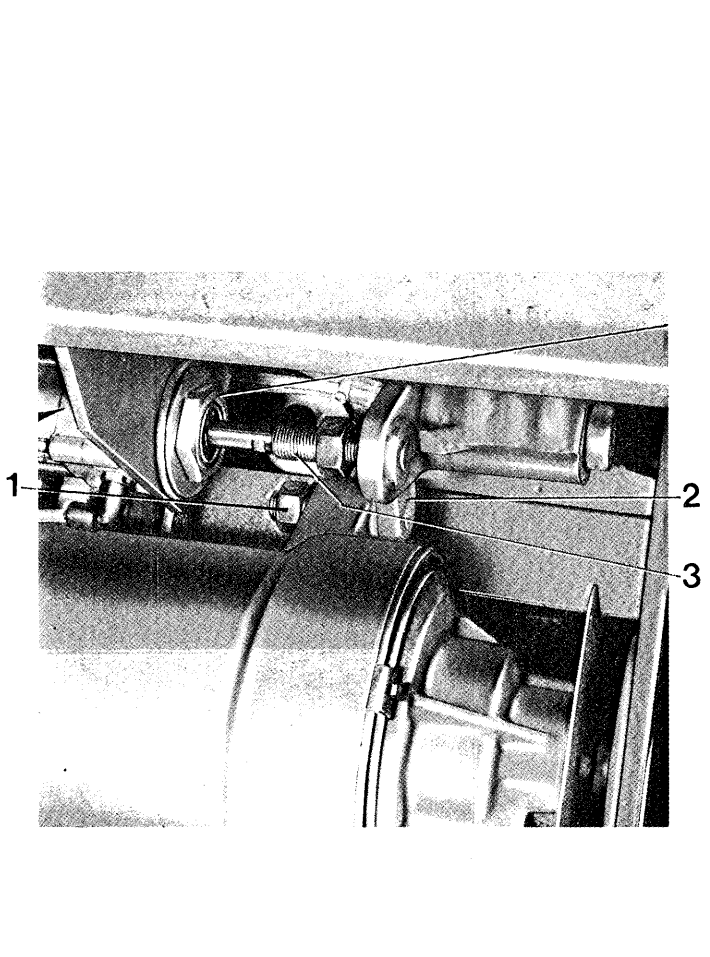
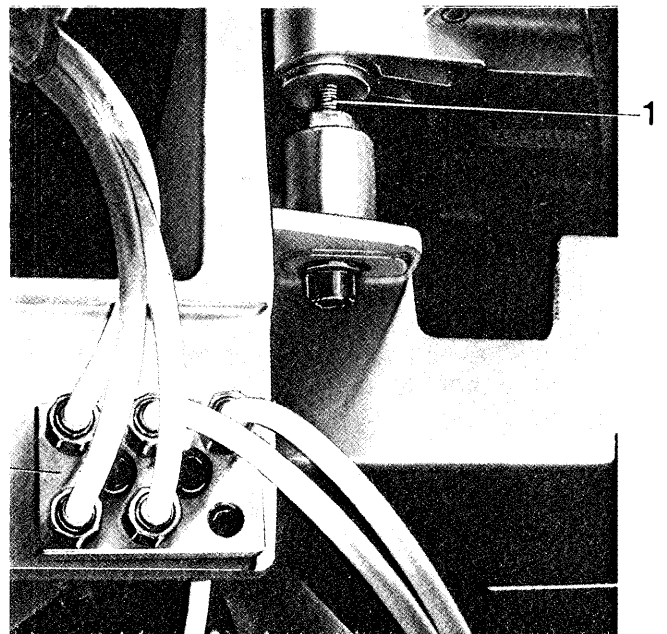

Fig. 28
Fig. 29
- 7) Monter la courroie de transmission en vérifiant sa tension. Si besoin est, desserrer l'écrou de blocage 1 (fig. 28) et tourner le moteur de sorte à donner la bonne tension à la courroie.
Au cas où il y aurait besoin d'un réglage supplémentaire, débloquer le support à genoux (fig. 28) en desserrant l'écrou correspondant et tourner de manière suffisante.
Au cas où il serait nécessaire, varier la position de la tête de couture en agissant sur la tige filetée 3 (fig. 28) du chariot porte tête de couture et sur les pivots porte amortisseurs de la tête 1 (fig. 29).
Vérifier que la plaque à aiguille soit parfaitement au niveau avec le plan de travail. Si besoin est, agir sur les pivots 1 (fig. 29) pour varier la position en hauteur de la tête de couture.